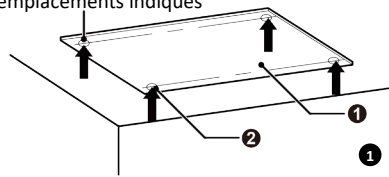
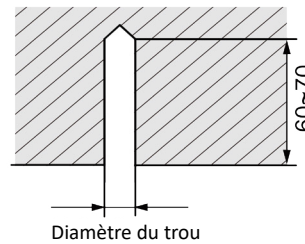

Fig.4.1.2
Fig. 4.1.3
- Collez le patron en papier sur la position d'installation ; percez 4 trous selon l'emplacement du trou sur le carton comme indiqué sur la Fig.4.1.2 ; le diamètre du trou dépend du diamètre du boulon d'expansion et la profondeur est de 60 à 70 mm, comme indiqué sur la Fig.4.1.3.